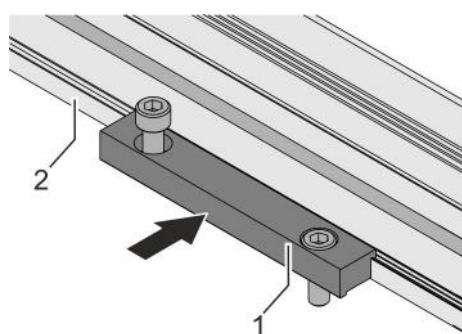

Fig. 12: Inserimento delle morsettiere
1. ➤ Inserire le morsettiere (Fig. 12/1) nella scanalatura del profilo di guida.
A seconda della lunghezza dell'unità lineare, su ogni lato del profilo di guida devono essere inserite 2 o più morsettiere (Fig. 12/2).